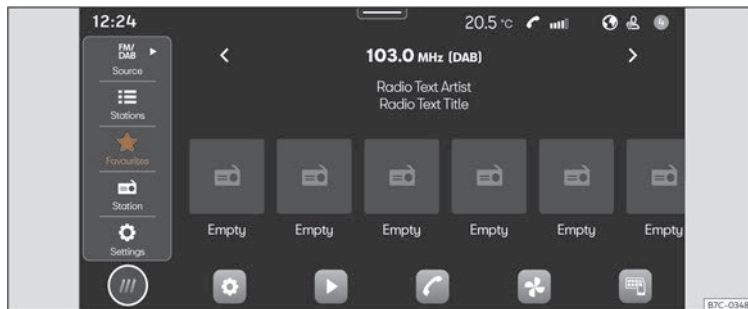

Fig. 156 Reprezentare schematică: Ecranul radioului.
- Apăsați **Home** > >>> **fig. 156**.